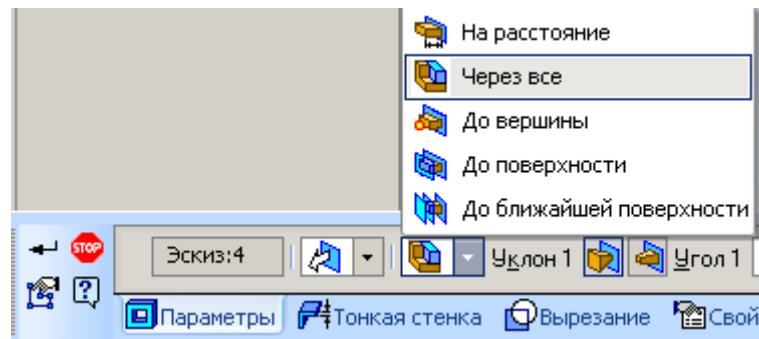

Рисунок 41
7) Выделить дно созданного глухого отверстия (Рисунок 40) и создать на его грани эскиз окружности $\text{Ø} 16$. После этого из панели «Редактирование детали» выбрать операцию Вырезать выдавливанием (см. Рисунок 39). В панели свойств на вкладке «Параметры» в окне «На расстояние» установить значение Через всё (Рисунок 41) и создать объект.